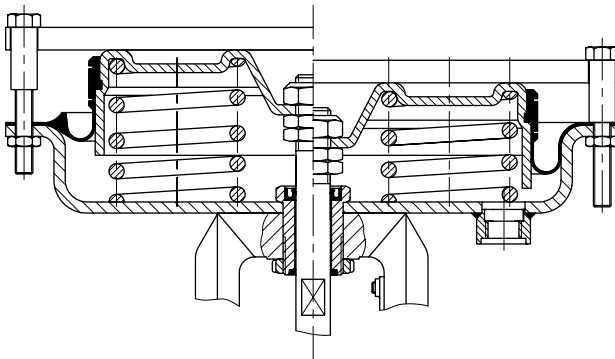

Fig. 5 · Montagegereedschap DN 100
2. Montagegereedschap volgens fig. 5 plaatsen en met de spanschroeven en moeren bevestigen.